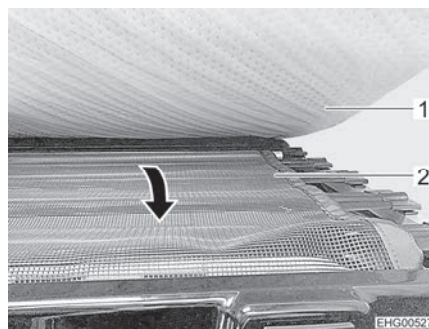

Bild 73 Sicherungsnetz
- Sicherungsnetz (Bild 73,2) unter der Matratze (Bild 73,1) herausziehen und über die Einstiegsöffnung spannen.